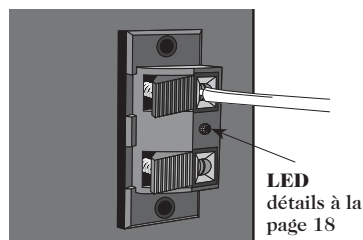

figure 8
4. Relâcher le bouton presseur pour fixer le fil dans la borne (figure 8).